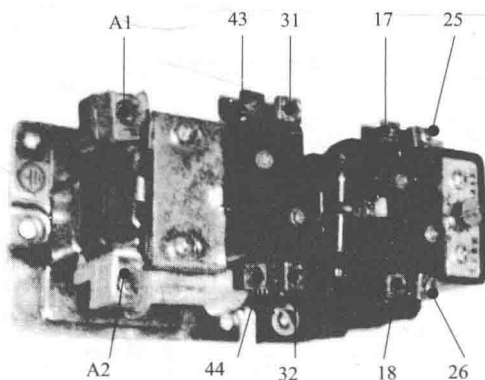

图 1-20 KA 空气式时间继电器实物接点编号
① KA 空气式时间继电器实物接点编号如图 1-20 所示。